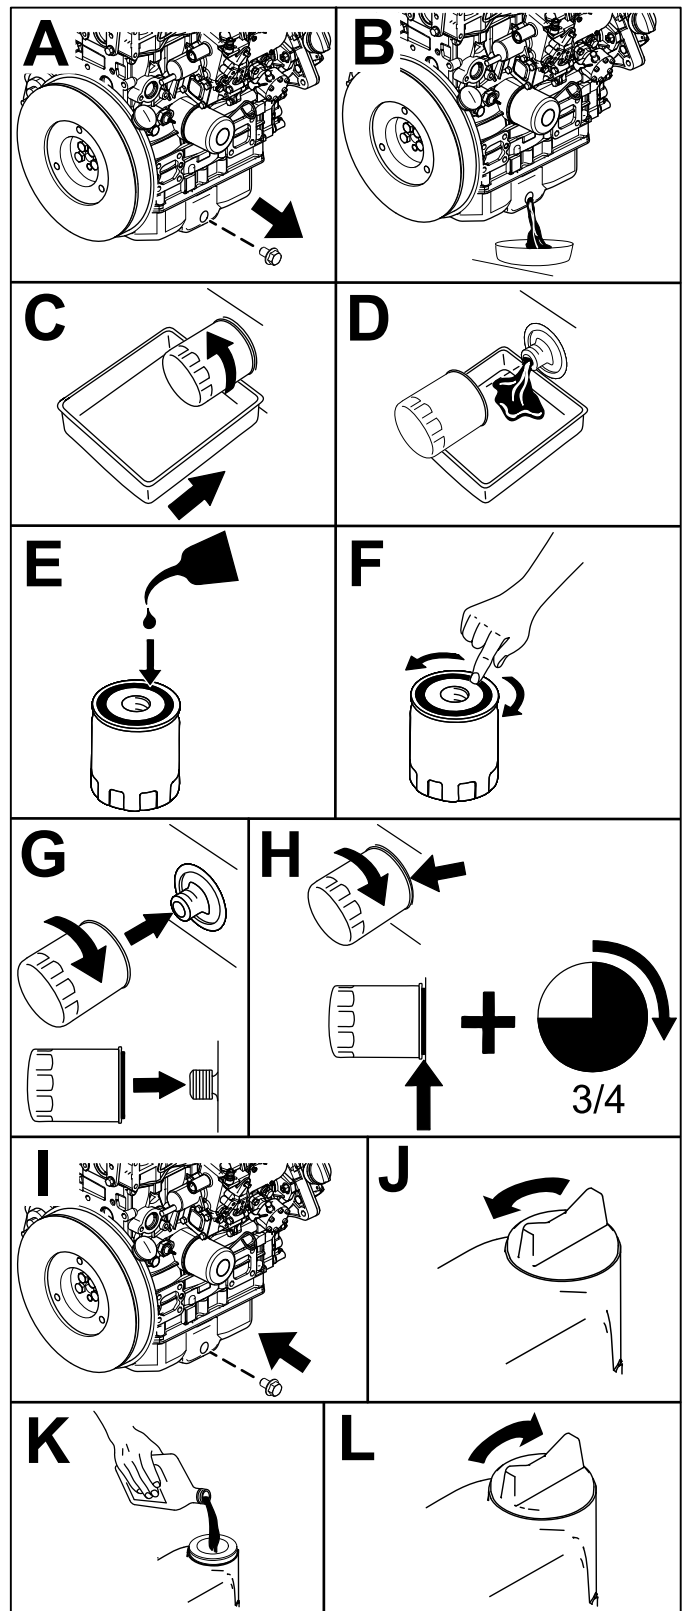

Figura 63
6. Înlocuiești uleiul de motor i filtrul de ulei de motor conform indicațiilor din Figura 63.